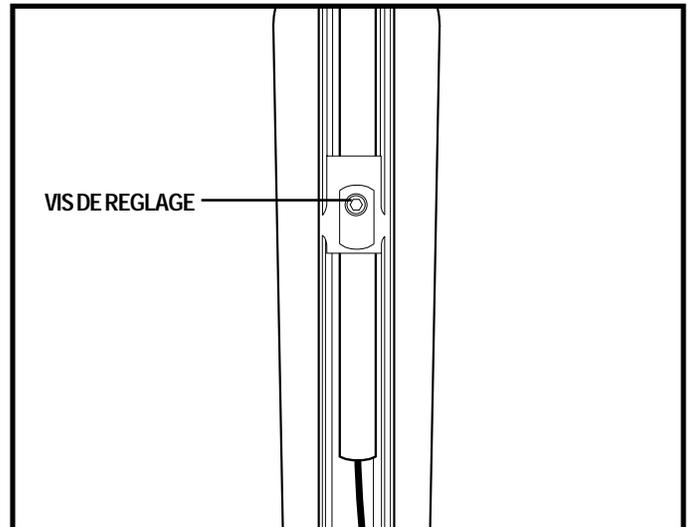

Figure 13. Installation du contrôleur - Sous l'accoudoir
4. Relevez l'accoudoir à la verticale et desserrez la vis de blocage. Voir la figure 13.